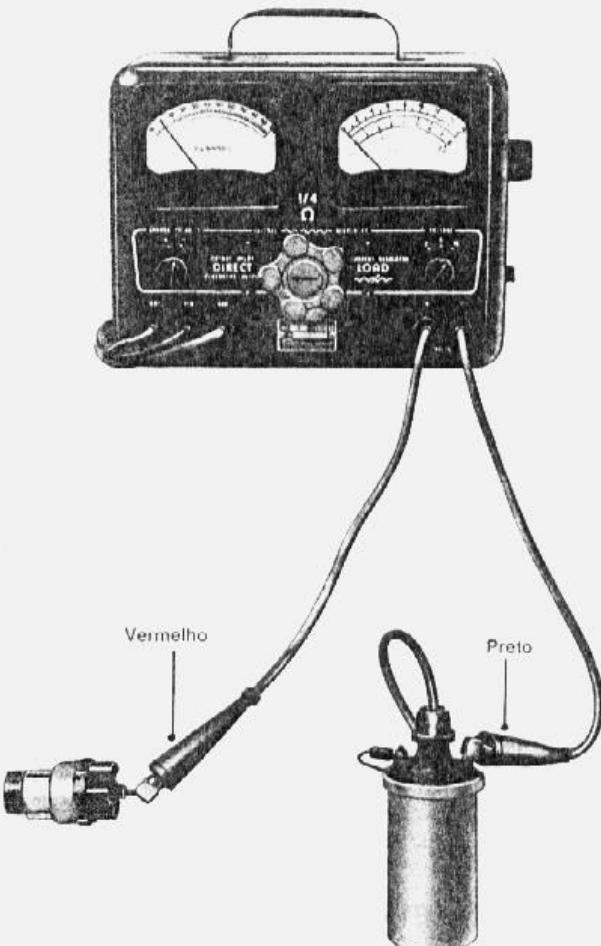

fig. 4 — teste do fio - resistência
1. Ligar os terminais dos condutores do voltmetro conforme ilustra a fig. 4.